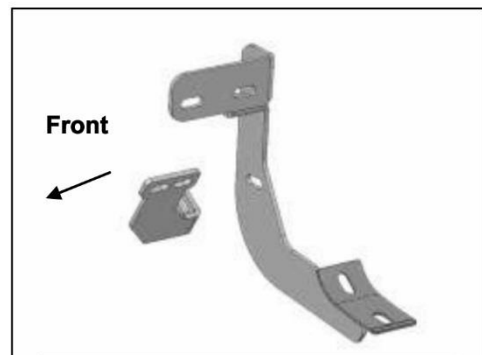
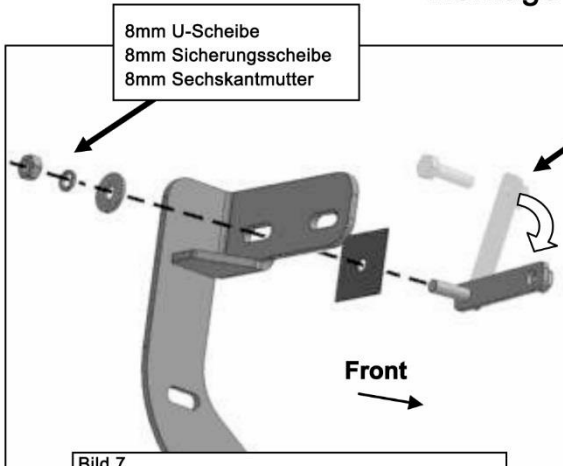
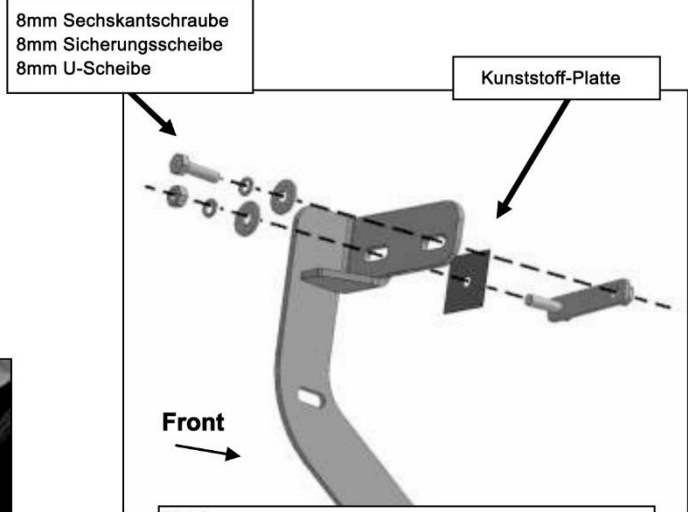

Bild 6
Bild 7
Bild 8
- b. Nehmen Sie die Halterung für die Fahrerseite vorne (**Bild 6**). **Hinweis:** Die Halterung für die Fahrerseite vorne ist identisch mit den Halterungen für die Mitte und Hinten auf der Beifahrerseite. Befestigen Sie die Halterung am Ende des Gewindes der Schraube und Mutter Platte. Verwenden Sie hierzu (1x) 8mm U-Scheibe, (1x) 8mm Sicherungsscheibe und (1x) 8mm Mutter (**Bild 7**). Ziehen Sie die Schrauben nur handfest an!
- c. Entfernen Sie die 8mm Sechskantschraube von der Mutter der Platte (siehe Schritt 3a). Drehen Sie die Platte bis die Mutter mit dem übrig gebliebenen Montage Loch in der Karosserie und der Halterung übereinstimmt (**Bild 7 & 8**). Befestigen Sie die Halterung an der Mutter der Schrauben und Mutter Platte. Verwenden Sie hierfür (1x) 8mmx30mm Sechskantschraube, (1x) 8mm Sicherungsscheibe und (1x) 8mm U-Scheibe (**Bild 8**). Ziehen Sie die Schrauben nur handfest an!